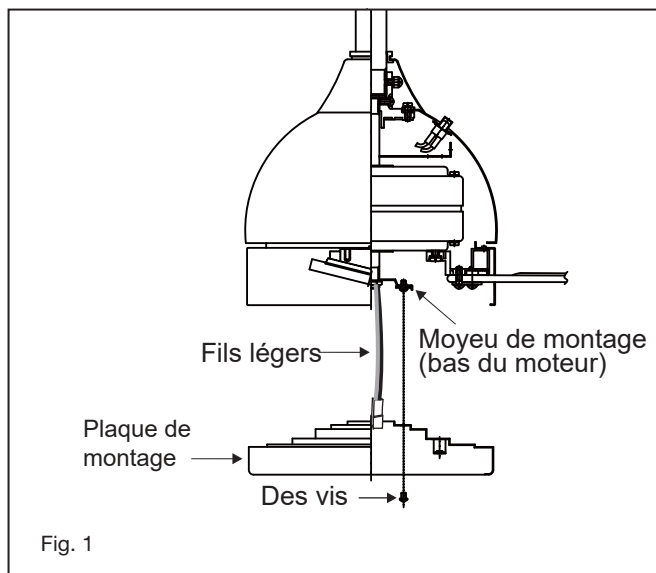

Fig. 1
3 REMARQUE: Le système de télécommande est équipé de 16 combinaisons de fréquences possibles pour éviter les interférences avec ou avec d'autres télécommandes. Les commutateurs de fréquence de votre récepteur et émetteur ont été préréglés en usine. Veuillez vérifier pour vous assurer que les interrupteurs de l'émetteur et du récepteur sont réglés sur la même position, toute combinaison de paramètres fera fonctionner le ventilateur tant que l'émetteur et le récepteur sont réglés sur la même position. (Fig. 1)
- 1 Retirez l'une des trois vis du moyeu de montage situé sur le moteur du ventilateur. Desserrez les 2 autres vis. (Ne pas retirer) (Fig.1)
- 1 Retirez la plaque murale existante et l'ancien interrupteur du boîtier de prise murale. Serrez les fils NOIR (chauds) ensemble et repoussez à l'intérieur de la boîte de sortie. (Fig. 1)
- 2 Retirez la plaque frontale de l'interrupteur mural en soulevant vers le haut, puis insérez la batterie 12V fournie. Duracell MN21 / Eveready A23 / GP 23A tous 12V. (Fig. 1)